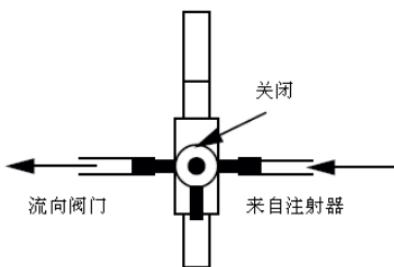

图21
- 转动三向旋塞,将试验组件中的空气全部排出,如图21所示。
- 如图21所示，转动三向旋塞，将水压计隔离。